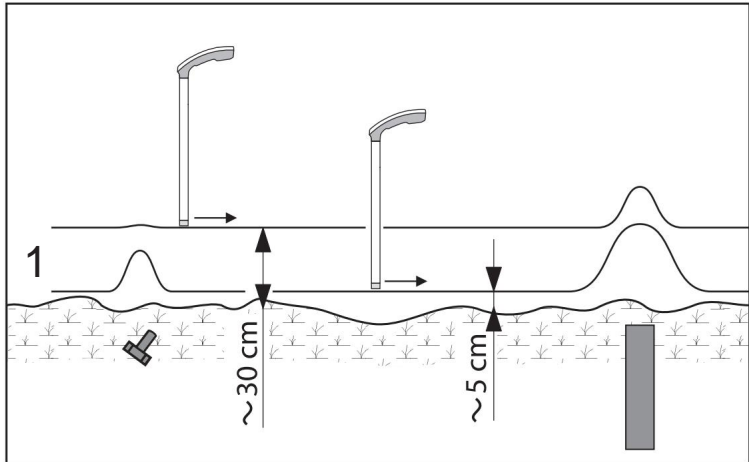

Fig. 9: Localização de objetos pequenos e grandes mantendo a mesma sensibilidade. A distância entre o magnetômetro e a superfície varia (vista em corte).
- Se a distância entre o magnetômetro e a superfície² for aumentada sem alterar a sensibilidade, o objeto pode não ser mais localizado ou pode ser localizado com dificuldade (Fig. 9).